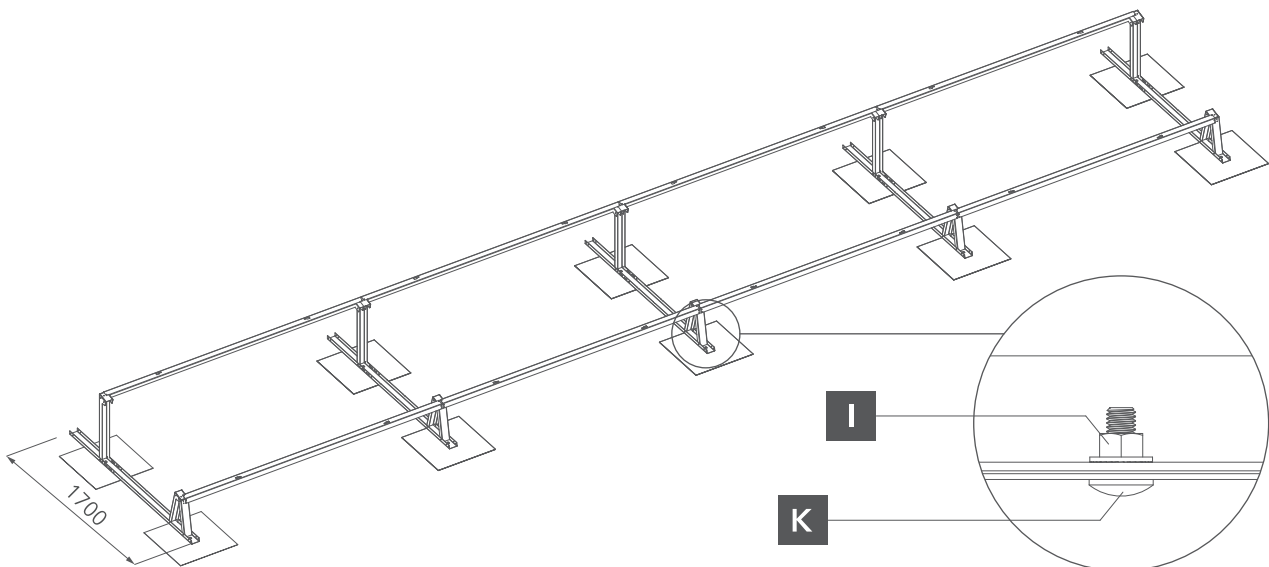

Abb. 5: Befestigung des Montagedreiecks an den Befestigungselementen.
- 4** Die Montagedreiecke sollten an den Schrauben befestigt und mit einer Flanschmutter angezogen werden (Abb. 5).